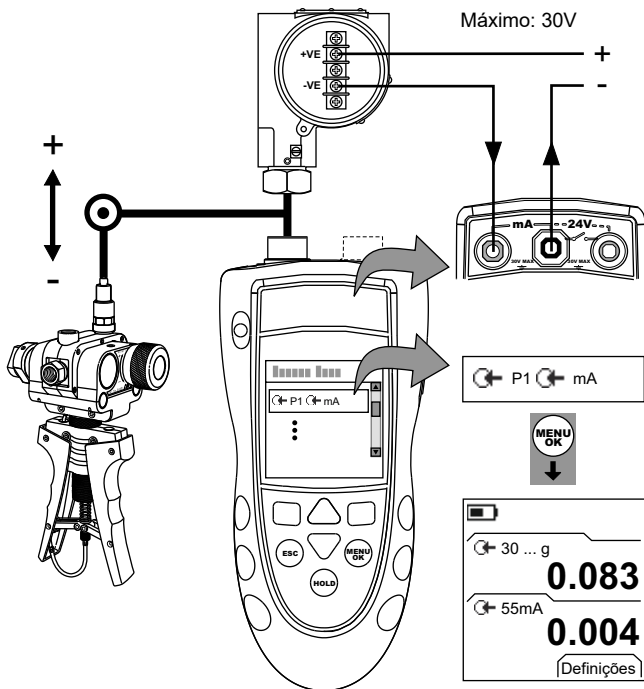
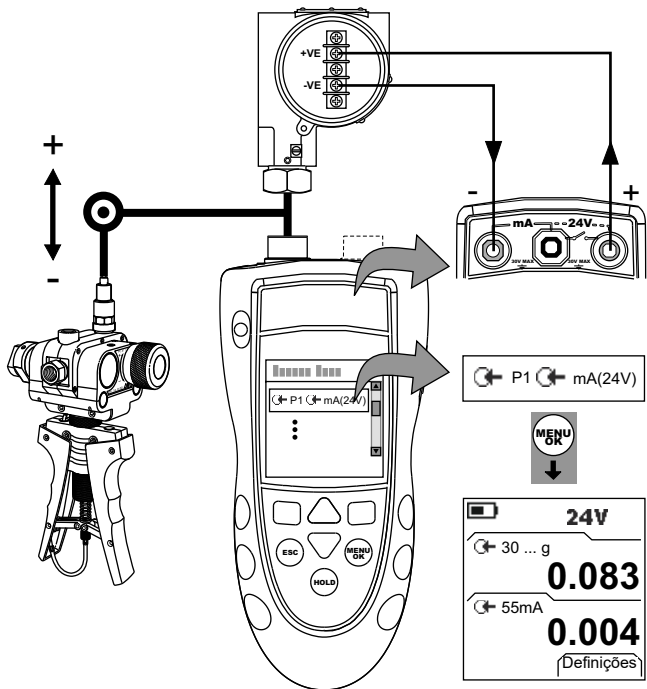

Figura 5: Exemplo de configuração: calibração de transmissor com alimentação em loop externo
Figura 6: Exemplo de configuração: calibração de transmissor com alimentação em loop interno
1. Conecte o instrumento (Figura 5 ou Figura 6) e, se necessário, ajuste a *Configuração* (Tabela 1).